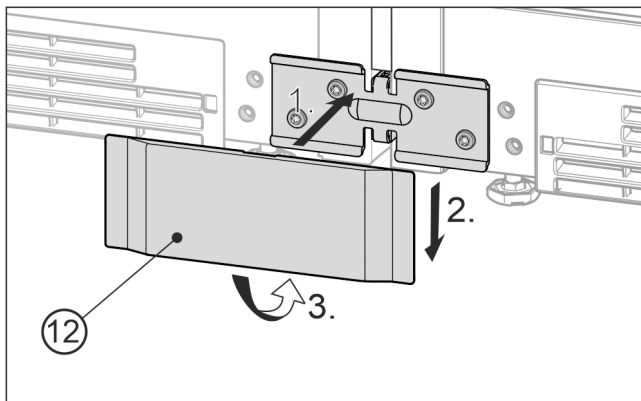

Fig. 25 Примерное отображение
- ▶ Насадите нижнюю крышку Fig. 25 (12) спереди на угол Fig. 25 (1), сдвиньте вниз Fig. 25 (2) и зафиксируйте снизу Fig. 25 (3).